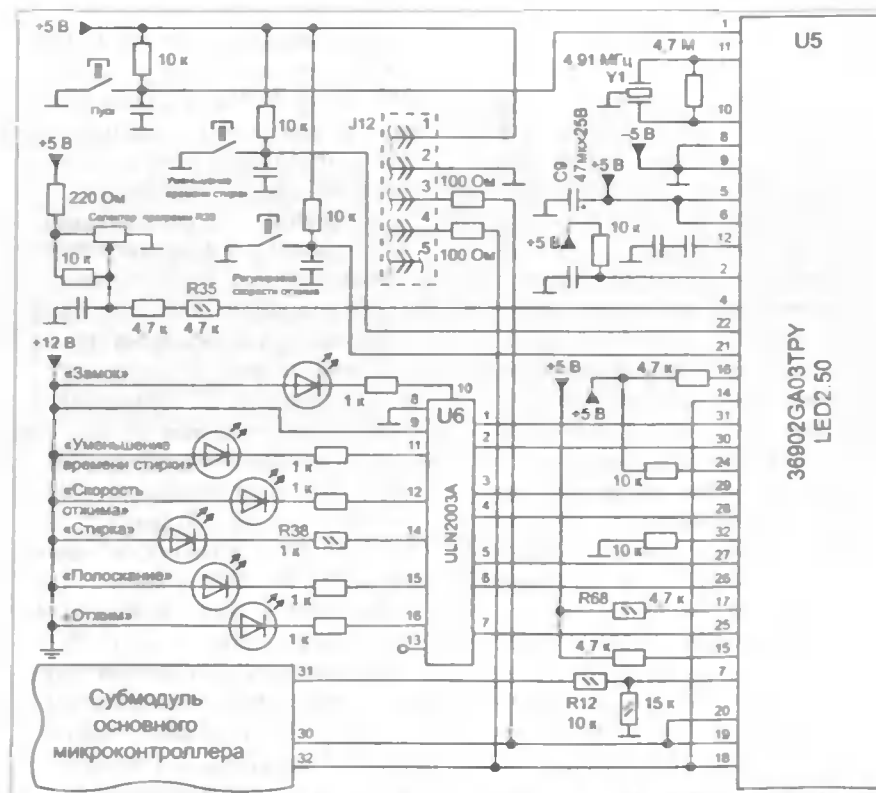

Рис. 7. Принципиальная электрическая схема МК панели управления (U5), цепи управления и индикации панели управления
- МК ПУ U5 (рис. 7);
- внешние устройства, подключенные к соединителю J12 (сервисный ключ, переходной адаптер), — см. рис. 7.